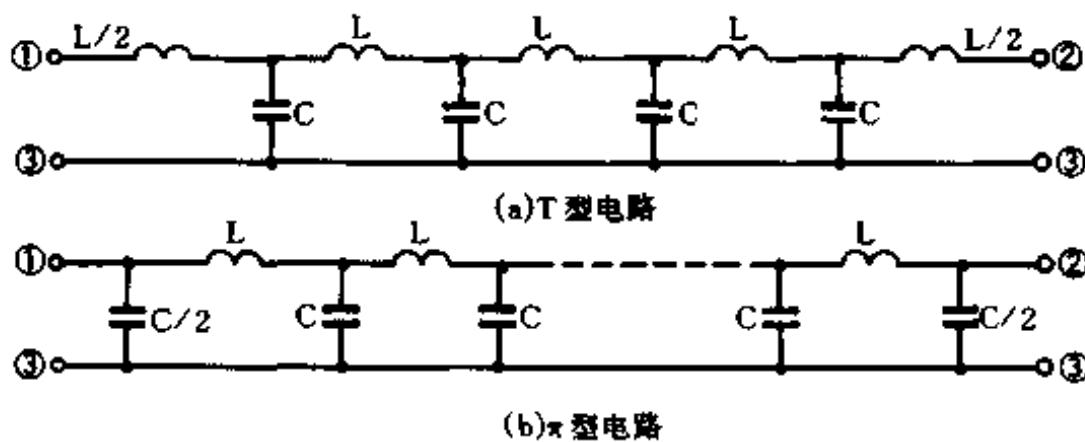

图 133
彩色电视机中使用的亮度延迟线有集中参数和分布参数两种，其电路形式如图133。集中参数型用电感、电容来模仿传输线。分布参数型则由分布电感和分布电容组成。
从图133可看出，输入端①、③和输出端②、③中；①和③之间；②和③之间对直流为断路；而①和②间应为串联的各电感线圈直流电阻之和。